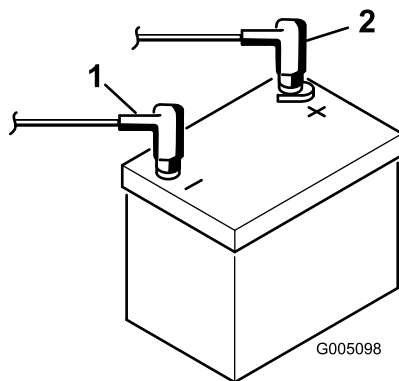

Bild 6
9. Klemmen Sie zuerst das Pluskabel (Rot) am Pluspol (+) der Batterie und dann das Minuskabel (Schwarz) am Minuspol (-) der Batterie an, wobei Sie die Kopfschrauben und Muttern verwenden (Bild 6). Ziehen Sie die Gummimuffe über den Pluspol, um Kurzschlüssen vorzubeugen.